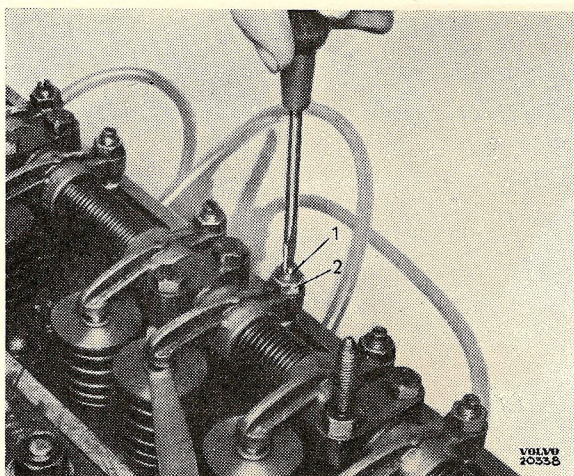
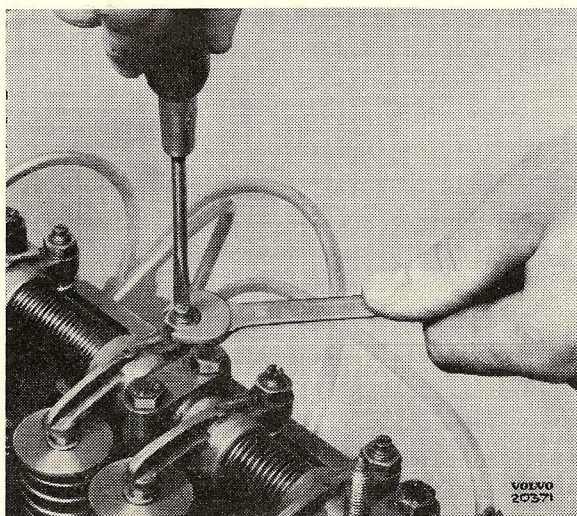

Bild 70.
Bild 71.
Lossa låsmuttern (2 bild 70) och vrid kulbulten (1) tills slitsmättet börjar fastna. Kulbulten släppes därefter så mycket att måttet med något litet motstånd kan dragas fram och tillbaka. Låsmuttern åtdrages varvid kulbulten ej får följa med muttern, bild 71. Fjärde cylinderns kolv ställes i tändningsläge genom att iakttaga när första cylinderns avgasventil stänger och ventilerna justeras. Justera ventilerna för andra och tredje cylindrarna på samma sätt. Då tredje cylinderns avgasventil stänger är andra cylinderns kolv i tändningsläge och tvärt om.